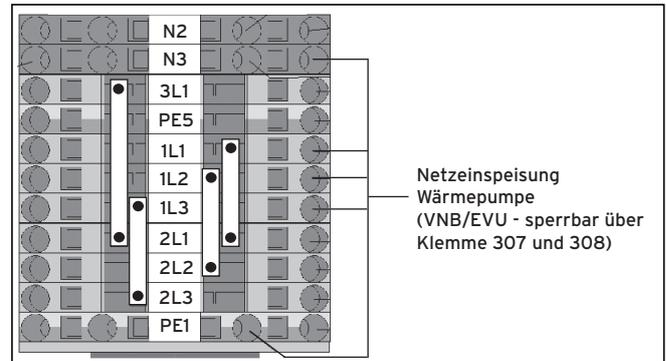

Abb. 8.1 Netzanschlussklemme ungesperrte Netzeinspeisung (Anlieferungszustand)
- Verbinden Sie die Netzanschlussleitung mit den entsprechenden Anschlüssen der Netzanschlussklemme je nach Tarif (siehe Abbildung 8.1 bis 8.3).